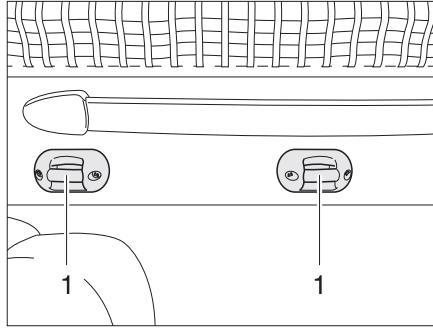

Fig. 174 Soporte escalera de ascenso
- Enganchar la escalera de ascenso a las grapas (Fig. 174,1) de la cama elevada con los dos ganchos.